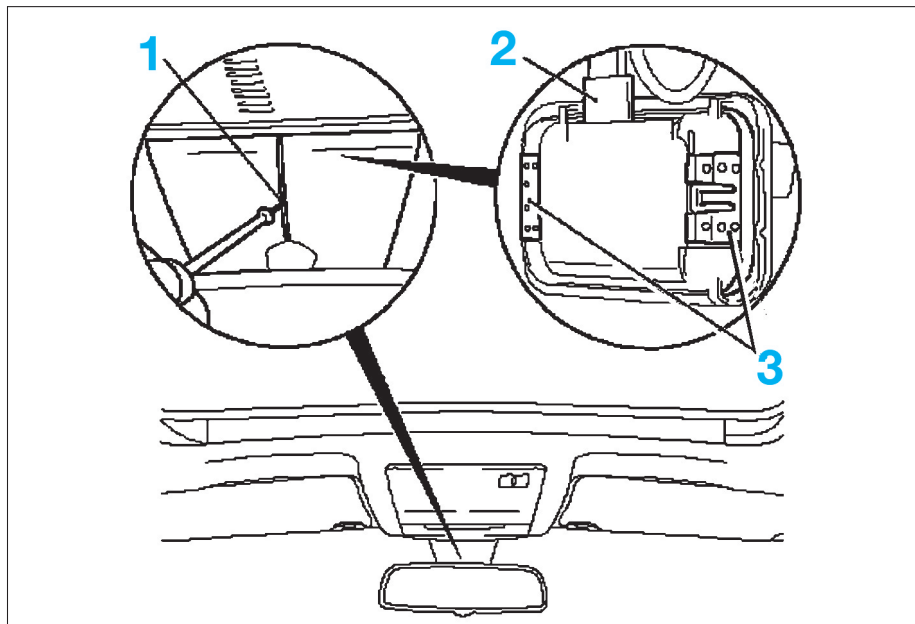

FIG. 73
- **Véhicules avec détecteur de pluie** : décliper le cache du détecteur (1) puis débrancher le connecteur (2) avant de le dégager de ses agrafes (3) (fig. 73).